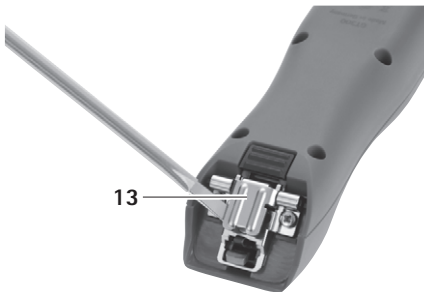

图 1
- 量測鉸鏈閉合時：量測鉸鏈 13 用螺絲刀開啓，參見 图 1。